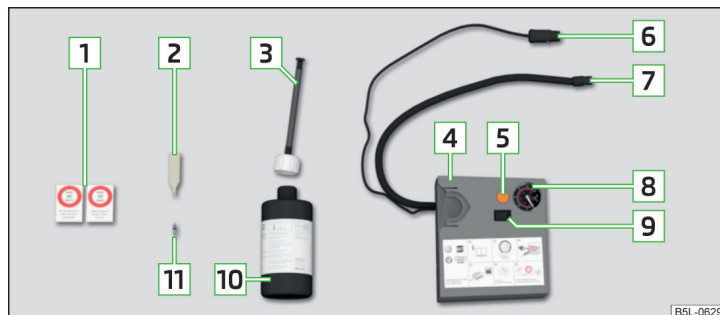

Fig. 216 Prezentarea în principiu: Componentele setului
Componentele setului » fig. 216
- Lipiți autocolantul corespunzător [1] » **fig. 216 la pagina 219** pe planșa de bord, în câmpul vizual al șoferului.
- Scuturați de câteva ori bine recipientul de umplere a anvelopei [10] » **fig. 216 la pagina 219**.
- Înșurubați bine furtunul de presiune [7] » **fig. 216 la pagina 219** al compresorului de aer pe ventilul anvelopei.